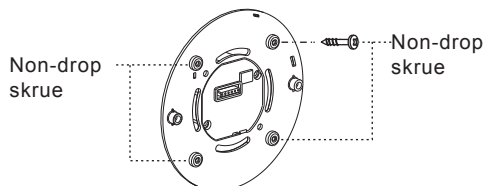

FIG. 20
3.3.4.4 Sett inn de fire non-drop-skrueene i de korresponderende skruehullene på sensorens festeplate. Etterpå vil ikke disse fire skrueene droppe, noe som er praktisk for påfølgende installasjoner (se FIG. 20).